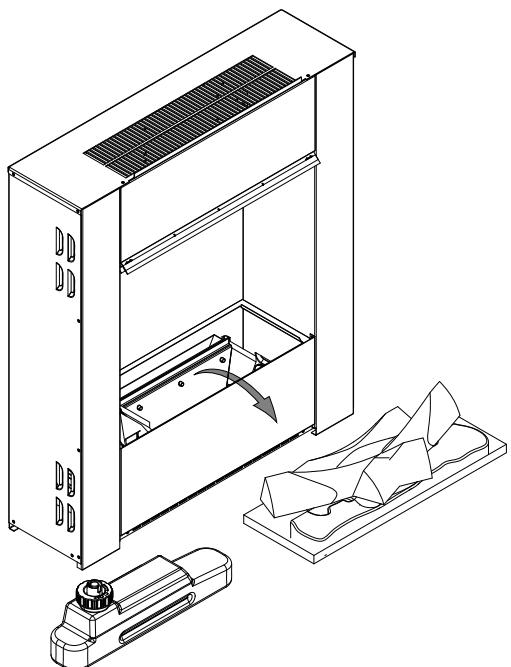
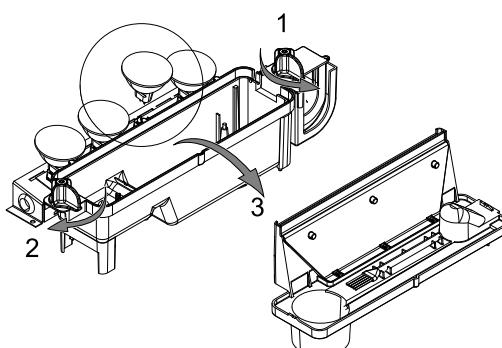

Fig.3
Fig.4
1. Не выключая эффект пламени, поднимите топочную корзину и бак для воды. (см. рис. 3) и выньте насадку (см. рис. 4)
7. Извлеките неисправную лампу, осторожно подняв ее вертикально и отсоединив штырьки от патрона (см. рис. 4 и 4а). Замените ее цветной лампой Opti-myst, 12 В, 50 Вт, с цоколем GU5.3 и углом расхождения светового пучка 8°. (Лампы можно приобрести на сайте [www.dimplex.co.uk](http://www.dimplex.co.uk) в разделе «Послепродажное обслуживание»; порядок приобретения ламп описан на сайте).